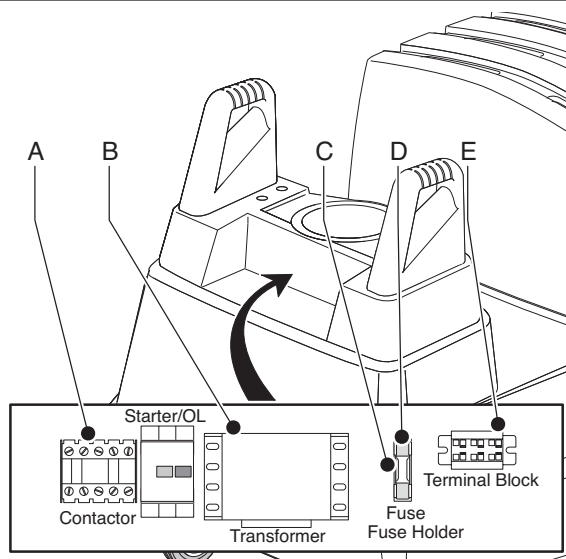

Fig. 15
**Nota:** Si el panel de control tiene al Contactor, Transformador, Bloque de Fusibles/Fusible, y al Bloque de Terminales ya instalados (como en la Fig. 15), vaya al siguiente paso “Cómo Hacer las Conexiones en el Panel de Control.”